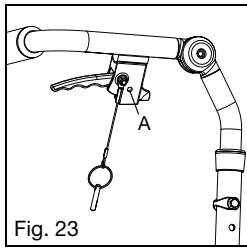

Fig. 23
- Determine qué estilo de vara de espaldar y gatillo se proporcionaron con la silla comprobando las imágenes de las Figs. 23 y 24.
- Inserte el pasador, unido por un cordón al gatillo, en el orificio del gatillo manual (Fig. 23:A y 24:A).
- a. Determine qué estilo de vara de espaldar y gatillo se proporcionaron con la silla comprobando las imágenes de las Figs. 23 y 24.